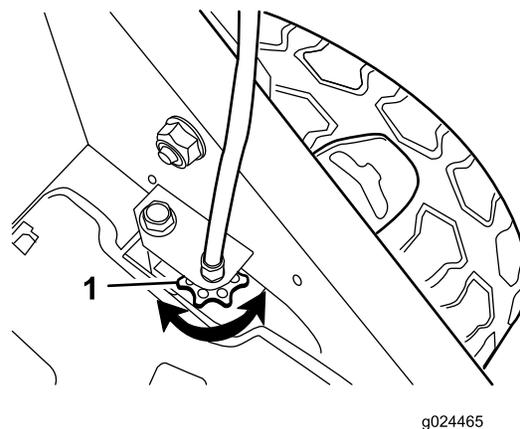

Figura 23
- Se as rodas não rodarem quando engata a barra de transmissão autopropulsora, a correia de tração está solta. Rode o manípulo de controlo da transmissão das rodas (Figura 23) uma volta para a direita e repita os passos 4 a 6.
totalmente, a correia de tração está demasiado apertada. Rode o manípulo de controlo da transmissão das rodas (Figura 23) uma volta para a esquerda e repita os passos 4 a 6.